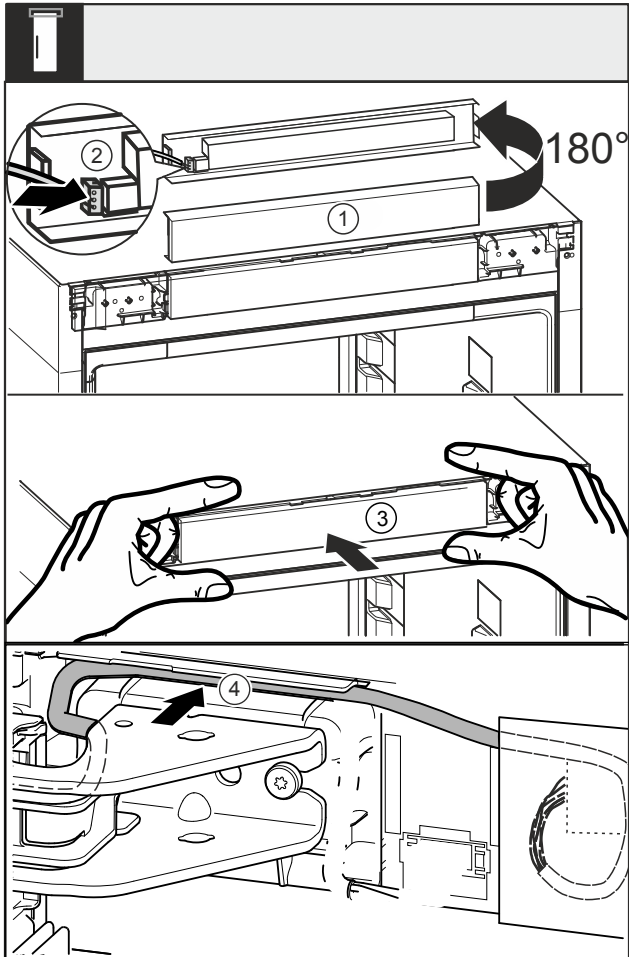

Fig. 32
- ▶ Paneel Fig. 32 (1) 180° naar boven draaien.
- ▶ Stekker Fig. 32 (2) op het bedieningspaneel vastklikken.
- ▶ Paneel Fig. 32 (3) weer op het apparaat vastklikken.
- ▶ Kabel voorzichtig in de geleiding Fig. 32 (4) boven het bovenste lagerboks leggen.